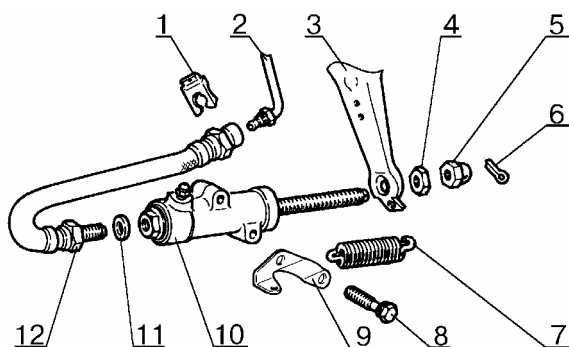

Рис. 13.
6.1 Снять цилиндр 10, рис. 13, привода выключения сцепления: